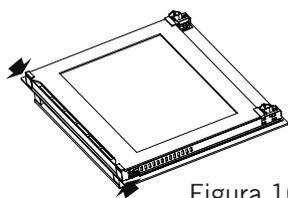
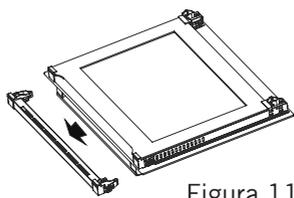
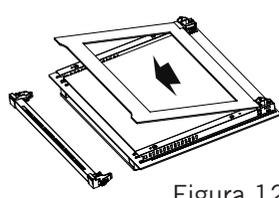

Figura 10
Figura 11
Figura 12
1. Premere i fermi in plastica su entrambi i lati sinistro e destro, come mostrato in figura 10 e sollevare il profilo tirandolo verso di sé, come mostrato in figura 11. Come mostrato nella figura 12, una volta rimosso il profilo, il vetro sarà disinserito. Tirare con cautela il vetro che si è disinserito verso di sé. Se necessario, il vetro centrale può essere rimosso nello stesso modo. Il vetro esterno è fissato al profilo dello sportello del forno. I vetri possono essere facilmente puliti dopo che sono stati separati. Una volta completata la pulizia e la manutenzione, è possibile sostituire i vetri e il profilo eseguendo la procedura di rimozione al contrario. Assicurarsi che il vetro sia inserito nella direzione corretta e che il profilo sia posizionato correttamente.